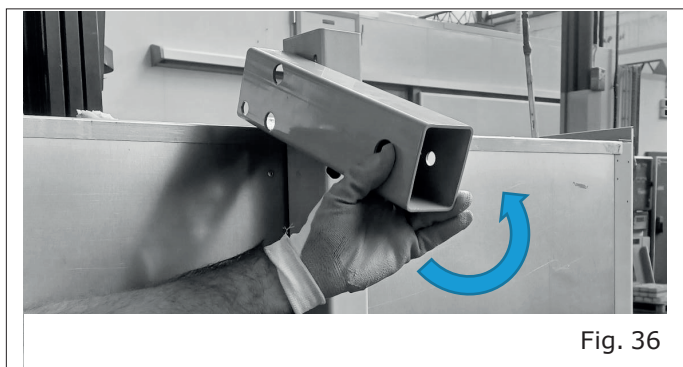

Fig. 36
- Ruotare il longherone appena staccato posizionandolo come in figura ("Fig. 36") e fissarlo nuovamente al montante ("Fig. 37").